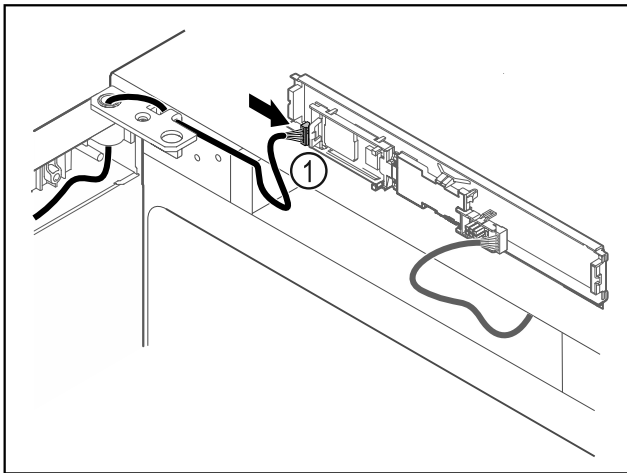

Fig. 64
- ▶ Συνδέστε το φικς Fig. 64 (1) στην πλακέτα.